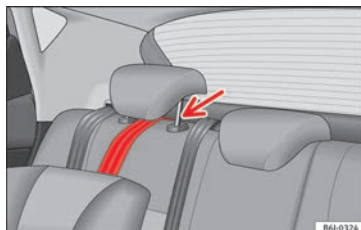

Fig. 68 Sangle de fixation : réglage et montage corrects.
- Dirigez la sangle de fixation du Top Tether sous l'appuie-tête de la banquette arrière » fig. 68 (soulevez l'appuie-tête si nécessaire).